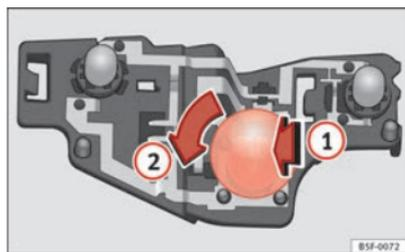

Fig. 156 Ubicación de las lámparas de incandescencia en el portalámparas.
- Presione la lámpara defectuosa ligeramente hacia el portalámparas ⇒ fig. 156 **1**, gírela a continuación hacia la izquierda **2** y extráigala.